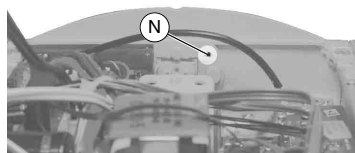
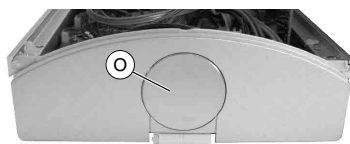

Fig. 4
Fig. 5
- Emblem (O) (Fig. 5) abnehmen: Mit einem max. 3,5mm dicken stumpfen Stab durch das Loch (N) (Fig. 4) das verklebte Emblem herausdrücken.
- Remove the emblem (O) (Fig. 5): using a blunt rod of max. 3.5mm diameter press out the glued-in emblem through the hole (N) (Fig. 4).